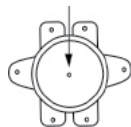

Рис. 8
2. После того, как вы выбрали правильное место установки водонагревателя, определите точки для отверстий под распорные болты с крюками (определяются в соответствии со спецификацией прибора, который вы выбрали). Просверлите в стене два отверстия соответствующей глубины с использованием сверла, подходящего по размеру под распорные болты, прилагаемые к водонагревателю, вставьте винты, поверните крюк вверх, плотно затяните гайки и затем повесьте электрический водонагреватель на эти крюки (см. Рис.8).